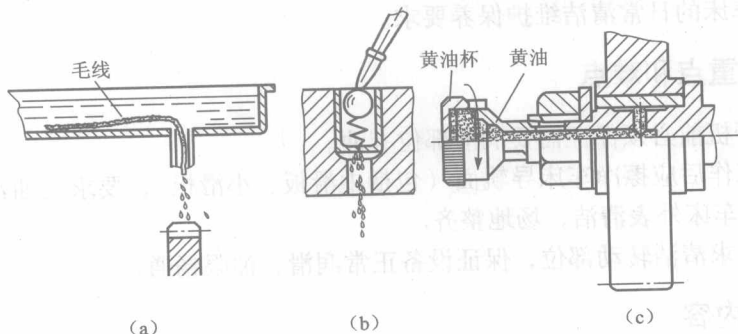

图 1-1 三种常见润滑方式图
(1) 浇油润滑通常用于外露的滑动表面,如床身导轨面和滑板导轨面等。
(2) 溅油润滑通常用于密封的箱体中,如车床的主轴箱,它利用齿轮转动把润滑油溅到油槽中,然后输送到各处进行润滑。
(3) 油绳导油润滑通常用于车床进给箱和溜板箱的油池中,它利用毛线吸油和渗油的能力,把机油慢慢地引到所需要的润滑处,见图 1-1 (a)。
(4) 弹子油杯注油润滑通常用于尾座和滑板摇手柄转动的轴承处。注油时,以油嘴把弹子掀下,滴入润滑油,见图 1-1 (b)。使用弹子油杯的目的,是为了防尘防屑。
(5) 黄油(油脂)杯润滑通常用于车床挂轮架的中间轴。使用时,先在黄油杯中装满工业油脂,当拧进油杯盖时,油脂就挤进轴承套内,比加机油方便。使用油脂润滑的另一特点是存油期长,不需要每天加油,见图1-1(c)。
(6) 油泵输油润滑通常用于转速高,润滑油需要量大的机构中,如车床的主轴箱一般采用油泵输油润滑。